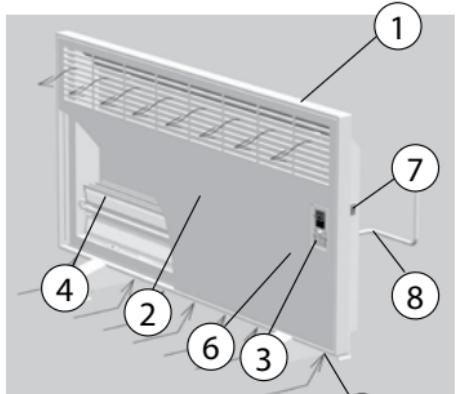

Bild 1. Professioneller Konvektor
Stecker in eine geerdete Steckdose stecken. Netzschatzter auf der rechten Seite des Gerätes (siehe Abb. 1) auf „Ein“ (Netzschatzter in „I“-Stellung) bringen. Ein/Aus-Schalter für kurze Zeit betätigen. Gerät wird eingeschaltet. Beim Einschalten ist auf der Anzeigetafel (23) die Umgebungstemperatur zu sehen.
(siehe Abb. 1) eingeschaltet (Netzschatler des Gerätes in „I“-Stellung) ist, der Ein/Aus-Schalter jedoch auf „Aus“ steht. Bevor Ein/Aus-Schalter betätigt wird, Timer-Taste drücken. Taste solange gedrückt halten, bis die erwünschte Stundenzahl ab die das Gerät laufen soll auf der Anzeige erscheint. Nach der Einstellung wird auf der Anzeigetafel ein Warnlicht zu sehen sein, das solange brennt, bis das Gerät automatisch einschaltet. Die Heizung wird nach Verstreichen der ausgewählten Dauer automatisch eingeschaltet und erwärmt die Umgebung.